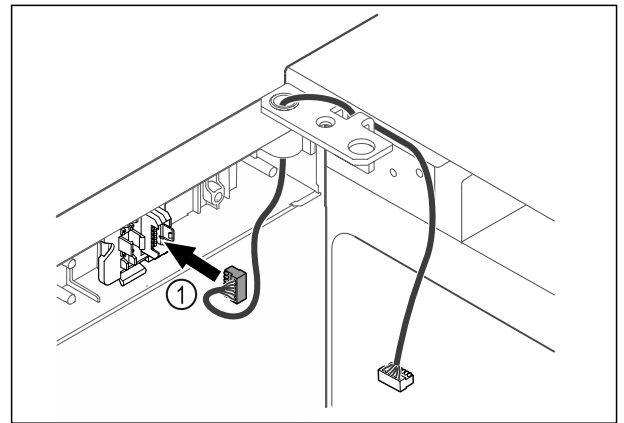

Fig. 47
- ▶ Вставьте штекер Fig. 47 (1) в держатель.